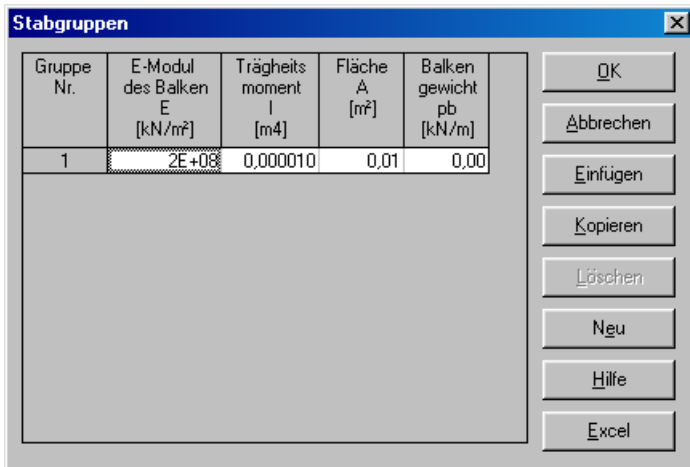

Bild 6-13 Listenfeld "Beschreibung der Stabgruppen"
Danach erscheint das folgende Listenfeld im Bild 6-13.
- Geben Sie die Materialeigenschaften des Fachwerks, Trägheitsmoment, Fläche und das Fachwerkgewicht ein, wie im Bild 6-13 gezeigt. Dies geschieht durch Eingabe des Wertes in der entsprechenden Zelle und Drücken von "Eingabe"